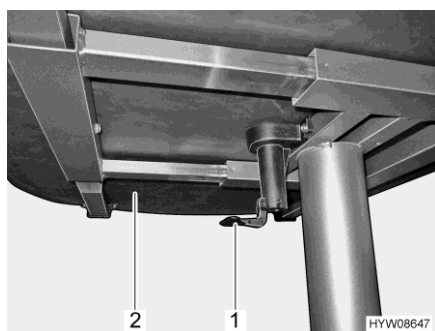

Bild 106 Spak för förskjutning av bordsskivan
- Dra eller tryck spaken (Bild 106,1) nedåt.
- Skjut bordsskivan (Bild 106,2) till önskad position.